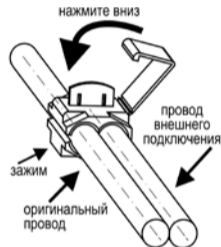

рис. 6 Схема зажима.
За ним, в глубине, находится серая 33-х контактная колодка (поз.1, Рис.4) жгута панели приборов к жгуту заднему. Далее соедините зажимом (Рис.6) розовый провод из жгута БК с розовым проводом (заводским) (поз.2, Рис.4). Провод подходит к 13-му контакту серой 33-х контактной колодки жгута панели приборов к жгуту заднему.
**3.1.4** Подключение сигнала расхода топлива (СРТ). Соедините зажимом (Рис.6) оранжевый провод из жгута БК с жёлто-красным проводом колодки комбинации приборов.
**3.1.5** Подключение датчика скорости автомобиля (ДСА). Соедините зажимом (Рис.6) коричневый провод из жгута БК с серым проводом колодки комбинации приборов.